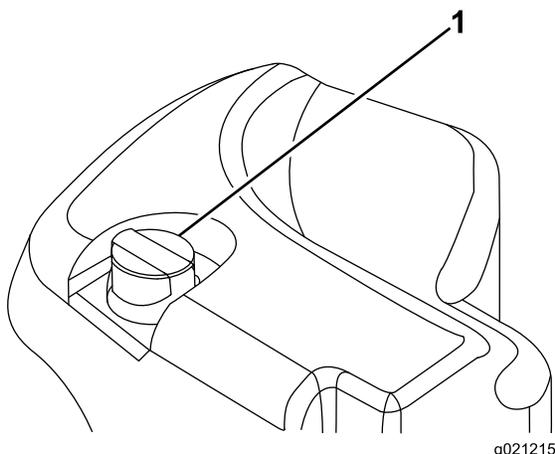

Figura 29
2. Limpie alrededor del cuello de llenado y el tapón del depósito de aceite hidráulico (Figura 29). Retire el tapón del cuello de llenado.